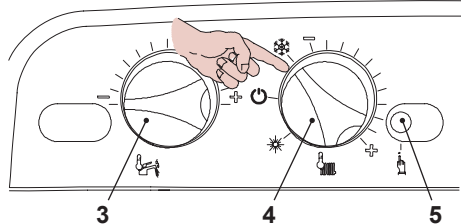
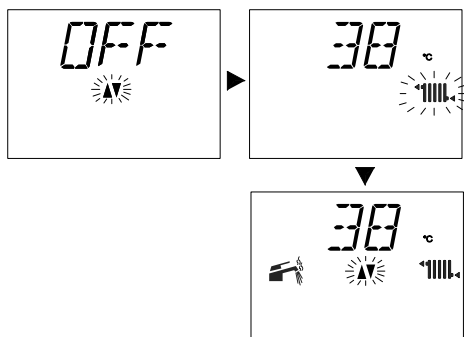

Fig. 6.6
Fig. 6.7
- Ruotare il selettore di funzione 4 come indicati in Fig. 6.6, la caldaia è nella funzione "attesa inverno" nel LCD comparirà l'indicazione visiva riportata nella Fig. 6.7.